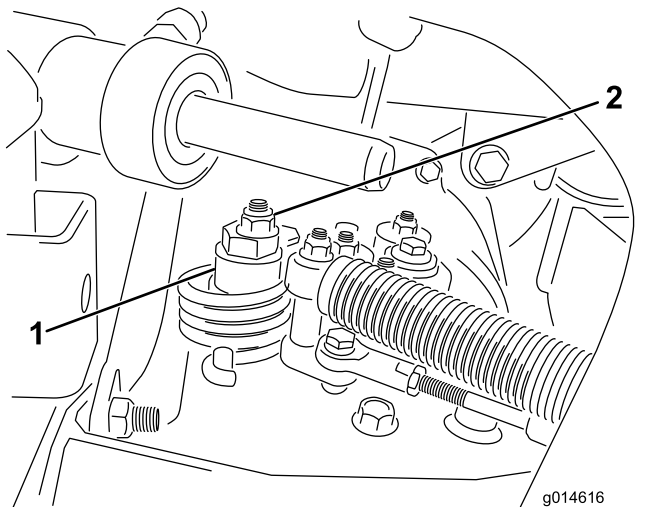

Figura 52
- A. Afloje la tuerca que sujeta el excéntrico a la parte superior del hidrostato (Figura 52).
- C. Gire el excéntrico hasta que no haya movimiento en ningún sentido. Cuando la rueda deje de girar, apriete la tuerca para bloquear el excéntrico y el ajuste (Figura 52). Compruebe el ajuste con el acelerador en las posiciones LENTO y RÁPIDO.